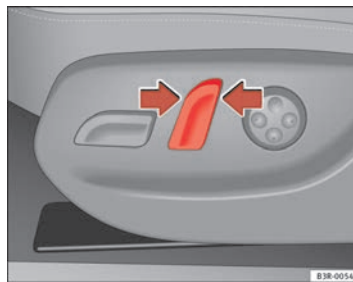

Fig. 109 Asiento delantero: Mando para la inclinación del respaldo
- Pulse el conmutador en la correspondiente dirección de la flecha ⇒ fig. 109 para modificar la posición del respaldo ⇒ **!**.